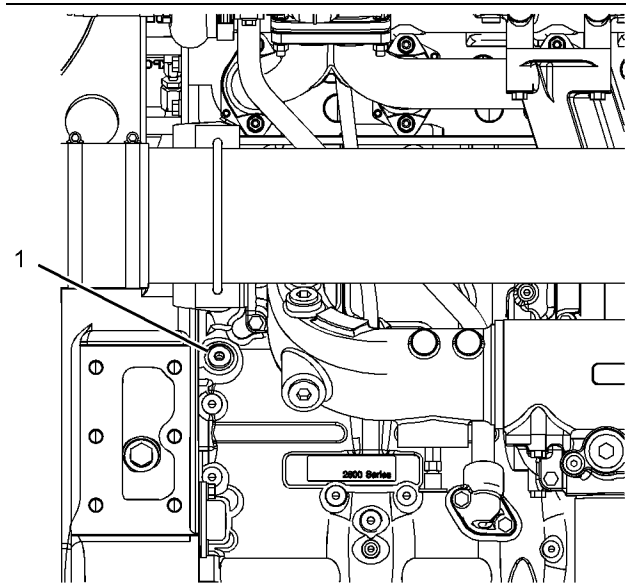

Ilustración 28
Quite el tapón que se muestra en la ilustración 28 para establecer la conexión con el sistema de lubricación del motor. La conexión que se requiere es 9/16" x 18 tpi. Asegúrese de que se use la especificación de aceite correcta. Para obtener más información, consulte Manual de Operación y Mantenimiento, Recomendaciones de fluidos. Una vez que se hayan lubricado las superficies internas del motor, quite el conector e instale el tapón (1). Apriete el tapón a un par de 30 N·m (265 lb in). Perkins recomienda que el procedimiento se realice a una temperatura ambiente mínima de 10° C (50° F).